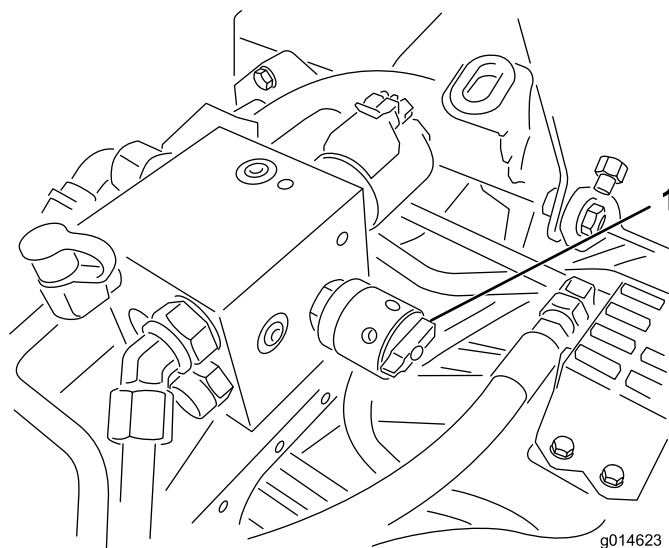

Figura 55
6. Rode o controlo da velocidade dos cilindros para a posição 1 (Figura 55).